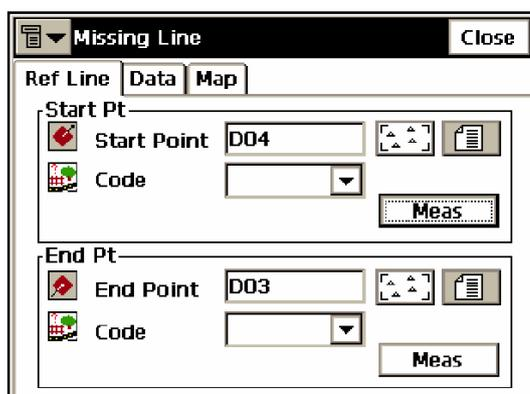

Рисунок 6-36. Неприступное расстояние - опорная линия
2. Выберите имена и коды *Start* (*Начальной*) и *End* (*Конечной*) точек (рис. 6-36). Чтобы измерить точку, в соответствующем поле нажмите кнопку **Meas** (**Изм**).